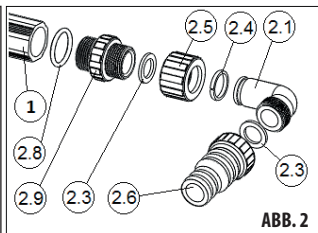
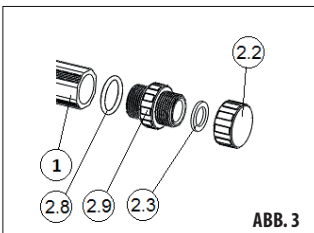

ABB. 2
ABB. 3
- 1) Komplettieren Sie das Panel. An die Rohre des Solarpanels schrauben Sie die Übergangsmuffen (2.9) mit O-Ringen aus Silikon (2.8). WIR EMPFEHLEN, AN DIE FRONTDICHTUNGSLÄCHE DES SOLARPANEL-ROHRS (1) EINE DÜNNE SCHICHT DES MITGELIEFERTEN SCHMIERSTOFFS AUFZUTRAGEN, SO VERMEIDEN SIE EVENTUELLE UNDICHTHEITEN. An die Übergangsmuffen montieren Sie dann die Schlauchdorne (ABB. 2) und Stopfen (ABB. 3). In einem der Rohre befindet sich in der Mitte eine Stopfbüchse, an diesem Rohr sind die Schlauchdorne anzubringen, an anderem Rohr sind die Stopfen zu montieren.